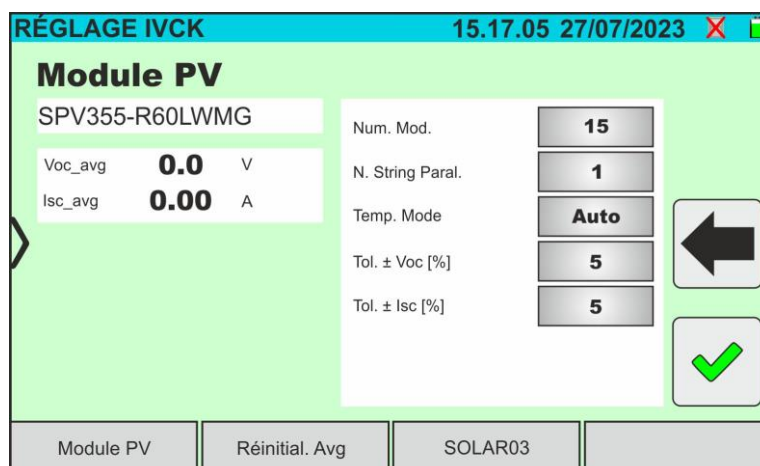

Fig. 49: Définition des paramètres test IVCK
6. Appuyer sur la touche « **Réglages** » (référence modules Monoface). L'écran suivant est affiché dans la Fig. 49. Les paramètres suivants sont indiqués :